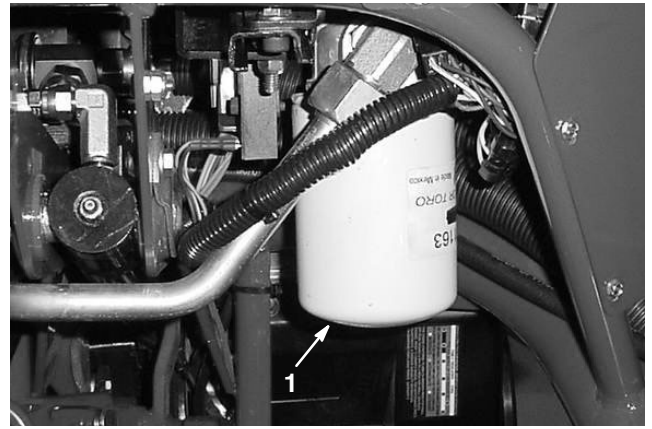

Bild 49
1. Reinigen Sie den Bereich um den Filterbefestigungsbereich (Bild 49). Stellen Sie ein Auffanggefäß unter den Filter und entfernen den Filter.